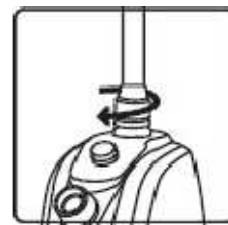

fig.8
4. **Vissez la vis de fixation tige** au maximum dans son emplacement initial et assurez-vous que la tige est fermement fixée à la base. (fig.8)